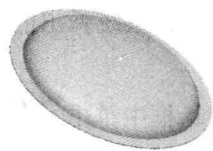
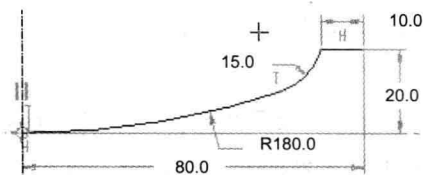

图 1.9 旋转类型的钣金壁特征
图 1.10 截面草图
(1) 单击工具栏中的“新建”按钮.
(2) 系统弹出“新建”对话框，在 类型 区域，选中  零件单选项；在子类型 区域，选中  钣金件单选项；在 名称 文本框中输入文件名 INSTANCE_CUP_COVER；取消选中 ☐ 使用缺省模板 复选框；单击“新建”对话框中的 **确定** 按钮。
(3) 在系统弹出的“新文件选项”对话框中的 模板 区域中选择 mmns_part_sheetmetal 选项，单击 **确定** 按钮，完成文件的新建。
Step2. 创建图 1.9 所示的旋转类型的钣金壁特征，操作步骤如下：
(1) 选择下拉菜单 **插入(I) → 钣金件壁(W) → 分离的(U) → 旋转(R)...** 命令，此时系统弹出“第一壁：旋转”特征信息对话框，该对话框反映了创建旋转特征的过程和状态。
(2) 定义旋转类型。在 **ATTRIBUTES (属性)** 菜单中，选择 **One Side (单侧)** **→ Done (完成)** 命令。
(3) 定义特征的截面草图。
① 定义截面草图的放置属性。选取 FRONT 基准面为草绘平面，接受系统默认的参照平面和方向。
② 创建特征截面。进入草绘环境后，接受默认的 RIGHT 和 TOP 草绘参照，绘制图 1.10 所示的旋转特征旋转中心线和截面草图；完成绘制后，单击“草绘”工具栏中的“完成”按钮.